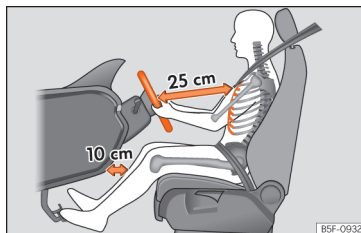
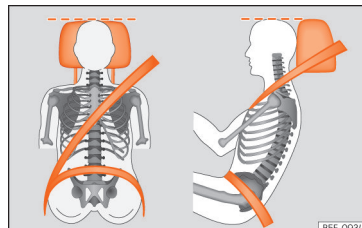

Abb. 65 Der richtige Abstand des Fahrers zum Lenkrad.
Abb. 66 Richtiger Gurtbandverlauf und richtige Kopfstützeinstellung.
- Sitzeinstellung so vornehmen, dass der Abstand zwischen Lenkrad und Brustbein mindestens 25 cm beträgt »» **Abb. 65** und das Lenkrad mit beiden Händen und leicht gebeugten Armen seitlich am äußeren Rand festgehalten werden kann.
- Fahrersitz in Längsrichtung so einstellen, dass die Pedale mit leicht angewinkelten Beinen durchgetreten werden können und der Abstand zur Instrumententafel im Kniebereich mindestens 10 cm beträgt »» **Abb. 65**.
- Kopfstütze so einstellen, dass die Oberkante der Kopfstütze sich möglichst auf einer Linie mit dem oberen Teil des Kopfs – jedoch nicht niedriger als Augenhöhe – befindet. Hinterkopf stets so nah wie möglich an der Kopfstütze positionieren »» **Abb. 65** und »» **Abb. 66**.
Den richtigen Abstand zwischen Fahrer und Lenkrad »» **Abb. 65** mit Hilfe der Bedienelemente am Fahrersitz einstellen »»  **Seite 14**.